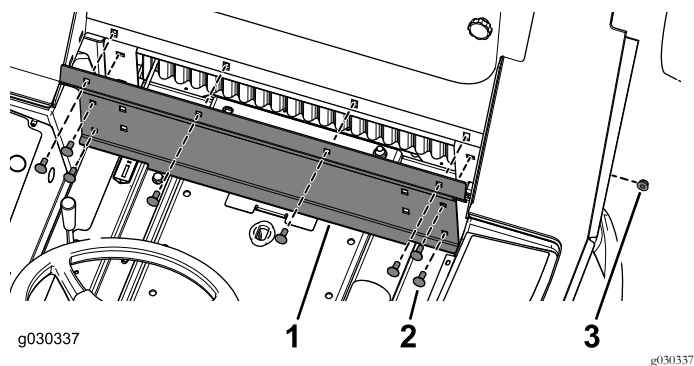

Figure 23
- Fixez légèrement le panneau arrière à la cabine au moyen de 8 boulons de carrosserie (5/16 x $\frac{3}{8}$ po) et 8 contre-écrous (Figure 23).